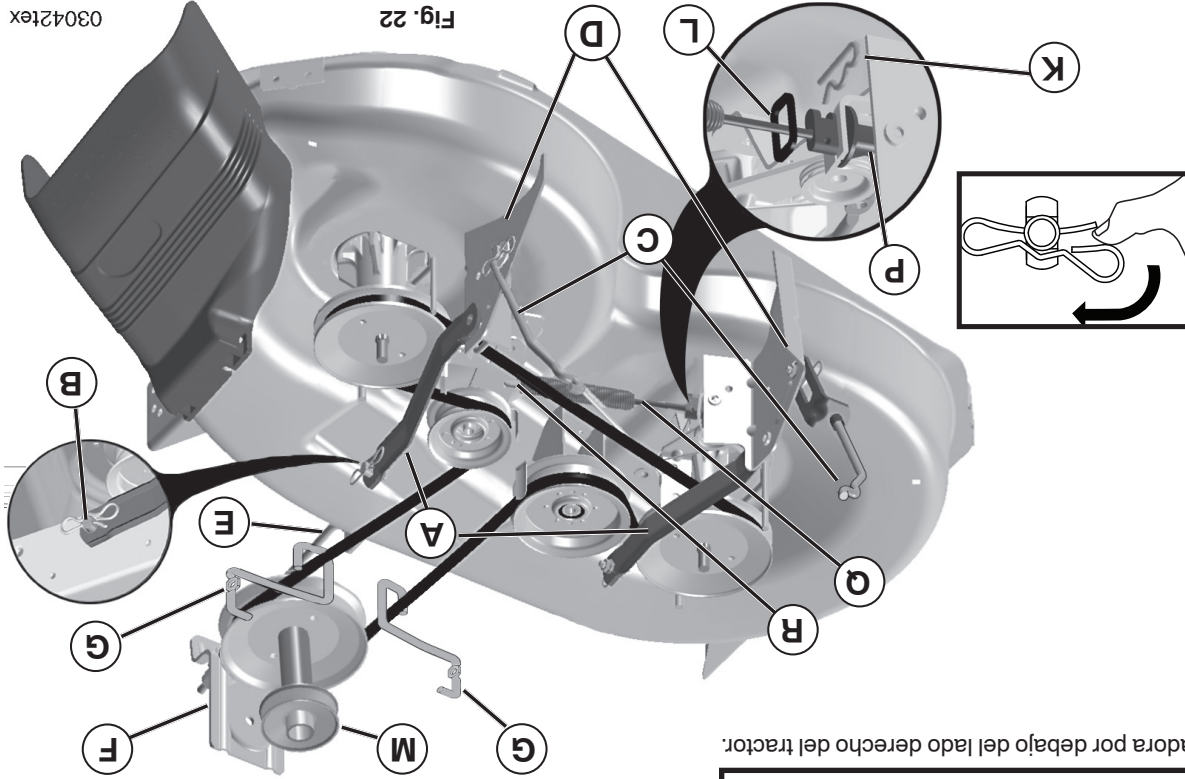

Fig. 22
PARA DESMONTAR LA CORTADORA DE CÉSPED (Vea Fig. 22)
- ### INSTALE LA SEGADORA (Vea Fig. 22 - 27)